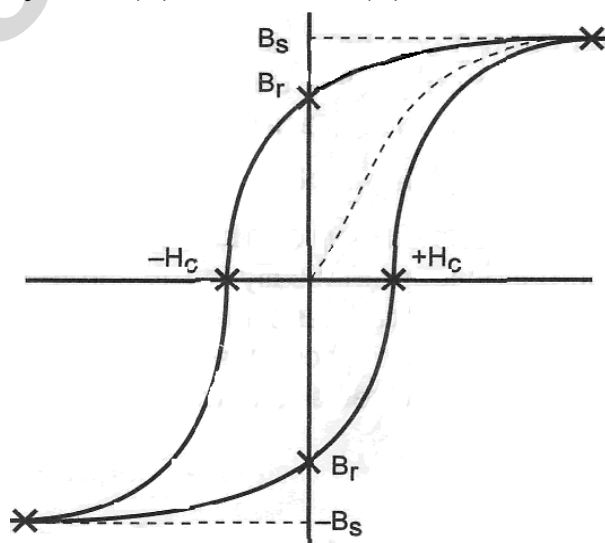

Рис. 45. Петля гистерезиса
**Петля (кривая) гистерезиса** (петля  $B-H$ ) (рис. 45) – это метод изображения зависимости магнитной индукции ( $B$ ) материала от напряженности магнитного поля ( $H$ ). В ферромагнитном материале в состоянии покоя существует хаотическое распределение магнитных моментов, которые сориентированы произвольно в разных направлениях. Эти моменты взаимокompенсируют друг друга. Когда приложено магнитное поле, молекулярные моменты ориентируются в направлении магнитного потока, и чем выше напряженность магнитного поля ( $H$ ), тем сильнее это будет проявляться. Когда все молекулярные магнитные моменты направлены в одном направлении, материал становится насыщенным ( $B_s$ ), и более высокая магнитная индукция не может быть достигнута даже при дальнейшем возрастании напряженности магнитного поля ( $H$ ). При уменьшении напряженности магнитного поля кривая (рис. 45) не будет следовать по старой траектории, так как ряд молекулярных магнитных моментов не полностью вернутся в свои исходные положения. Если напряженность  $H = 0$ , определенная величина индукции потока остается в материале. Эта магнитная индукция известна как остаточная магнитная индукция ( $B_r$ ). Потребуется противоположно направленная индукция для возврата к нулевому значению. Требуемая для этого напряженность поля известна как коэрцитивная (понудительная) сила ( $H_C$ ), или коэрцитивность.
Поскольку проницаемость материала нелинейна относительно ( $B$ ) и ( $H$ ) (см. рис. 45), уместно сослаться на другие типы проницаемости.